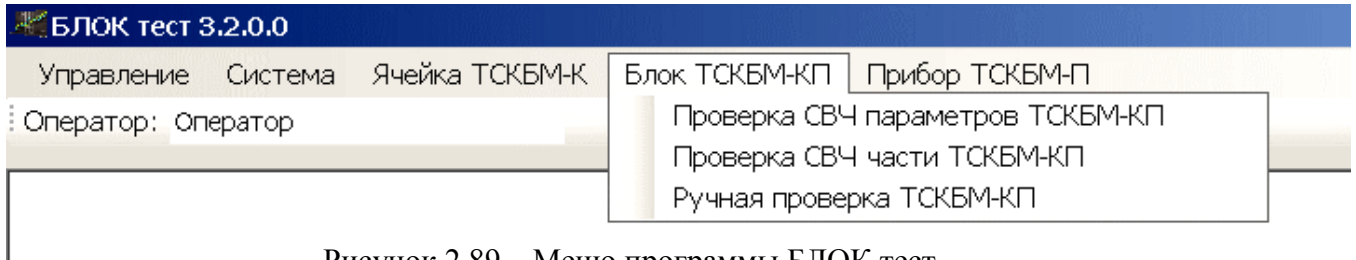

Рисунок 2.89 – Меню программы БЛОК тест
1) В меню программы БЛОК тест выберете пункт Ручная проверка ТСКБМ-КП, см. рисунок 2.89. Должно появиться окно Ручная проверка ТСКБМ-КП, показанное на рисунке 2.90. Там же на рисунке 2.90 указаны элементы индикации и управления окна Ручная проверка ТСКБМ-КП.